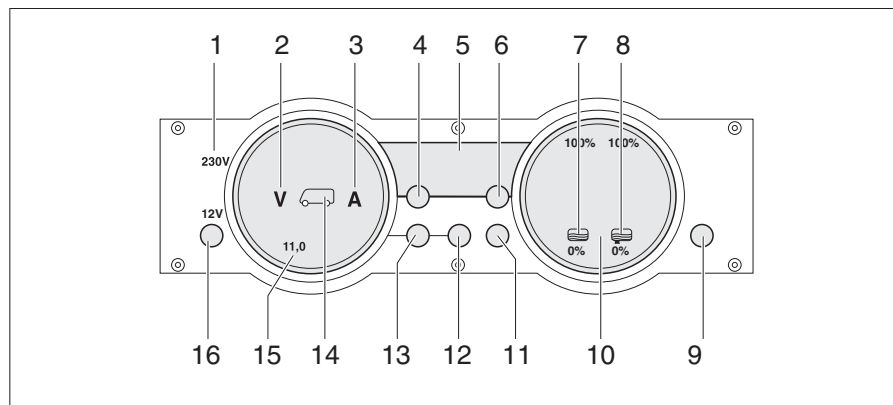

Bild 228 Panel MP 20-S
Die 230-V-Kontroll-Leuchte (Bild 228,1) leuchtet, wenn am Eingang des Elektroblocks Netzspannung vorhanden ist.
Der 12-V-Hauptschalter (Bild 228,16) schaltet das Panel und die 12-V-Versorgung des Wohnraums ein und aus.
- Taste "12 V" (Bild 228,16) kurz drücken. Die 12-V-Versorgung des Wohnraums ist eingeschaltet. Die Kontroll-Anzeige "12 V" leuchtet.
- ▷ Wenn nach dem Einschalten die LED "11,0" der Voltanzeige sowie das Symbol Volt "V" (Bild 228,2) im Anzeigeelement Batterien (Bild 228,15) blinken, dann ist die Spannung der Wohnraumbatterie zu gering. Batterie laden.
- ▷ Wenn nach dem Einschalten die Kontroll-Anzeige "12 V", das Symbol Wohnraumbatterie (Bild 228,14) und das Symbol Volt "V" (Bild 228,2) dreimal blinken, dann ist die Batterietrennung aktiviert. Batterietrennung deaktivieren.
- Taste "12 V" (Bild 228,16) kurz drücken. Die 12-V-Versorgung des Wohnraums ist ausgeschaltet. Die Kontroll-Anzeige "12 V" erlischt.
- Taste Wohnraumbatterie (Bild 228,12) drücken und ca. 10 Sekunden lang gedrückt halten. Die Symbole Volt "V" (Bild 228,2) und Ampere "A" (Bild 228,3) blinken dreimal. Die Wohnraumbatterie ist vom 12-V-Bordnetz getrennt.
- Taste "12 V" (Bild 228,16) drücken und ca. 5 Sekunden lang gedrückt halten. Das Symbol Volt "V" (Bild 228,2) blinkt dreimal. Die Wohnraumbatterie ist mit dem 12-V-Bordnetz verbunden. Die Kontroll-Anzeige leuchtet nach ca. 2 Sekunden.
- Taste Wohnraumbatterie "🔋" (Bild 228,12) drücken. Das Symbol Volt "V" (Bild 228,2) leuchtet. Das Symbol Ampere "A" leuchtet je nach Ladung oder Entladung weiß bzw. rot. Die Batteriespannung und der Strom der Wohnraumbatterie werden über die LEDs im Anzeigeeinstrument angezeigt.
- Taste Starterbatterie "🔋" (Bild 228,13) drücken. Das Symbol Volt "V" (Bild 228,2) leuchtet. Die Batteriespannung der Starterbatterie wird über die LEDs im Anzeigeeinstrument angezeigt.
- Taste Tanks  (Bild 228,11) drücken. Die Symbole Wassertank  (Bild 228,7) und Abwassertank  (Bild 228,8) leuchten. Die Füllstände des Wassertanks (linke Skala) und des Abwassertanks (rechte Skala) werden über die LEDs im Anzeigeeinstrument angezeigt.
Das Symbol Volt "V" (Bild 228,2) und die LED "11,0" blinken, sobald die Spannung der Batterie 11 V (Messung bei laufendem Betrieb) unterschreitet und damit Tiefentladung droht.
Das Symbol Wassertank  (Bild 228,7) oder das Symbol Abwassertank  (Bild 228,8) blinkt, wenn der Wassertank leer oder der Abwassertank voll ist.